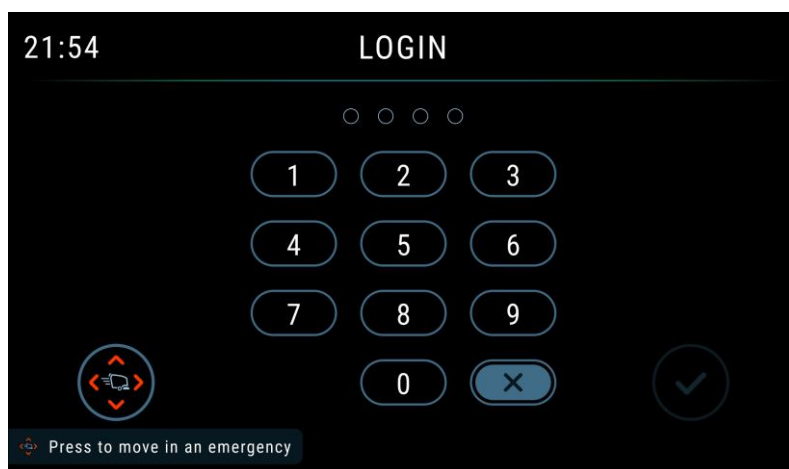

Abb. 1
2. Nach dem Neustart des Geräts erscheint die in Abbildung 1 gezeigte Anmeldemaske, in die Sie Ihr Passwort eingeben müssen, um das Gerät zu starten.